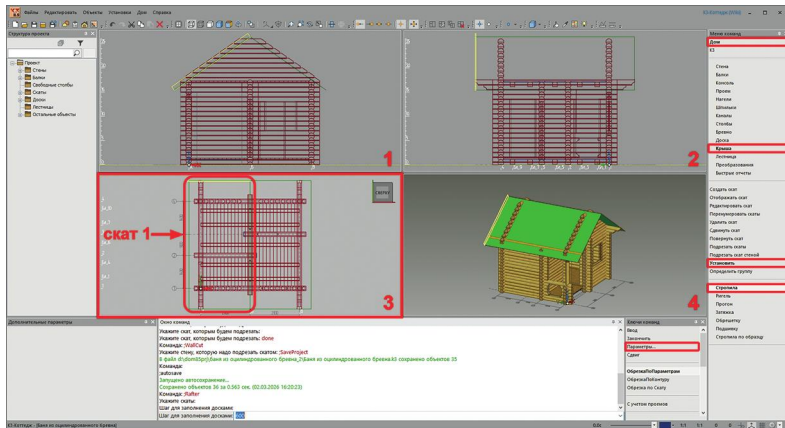

рис. 69
1. На вспомогательной панели выберите команду **Дом/Крыша/Установить/Стропила**. Затем щелчком левой кнопкой мыши переключитесь в окно №3, укажите **скат 1** (см. рис. 69) и выберите в контекстном меню элемент **Параметры**.